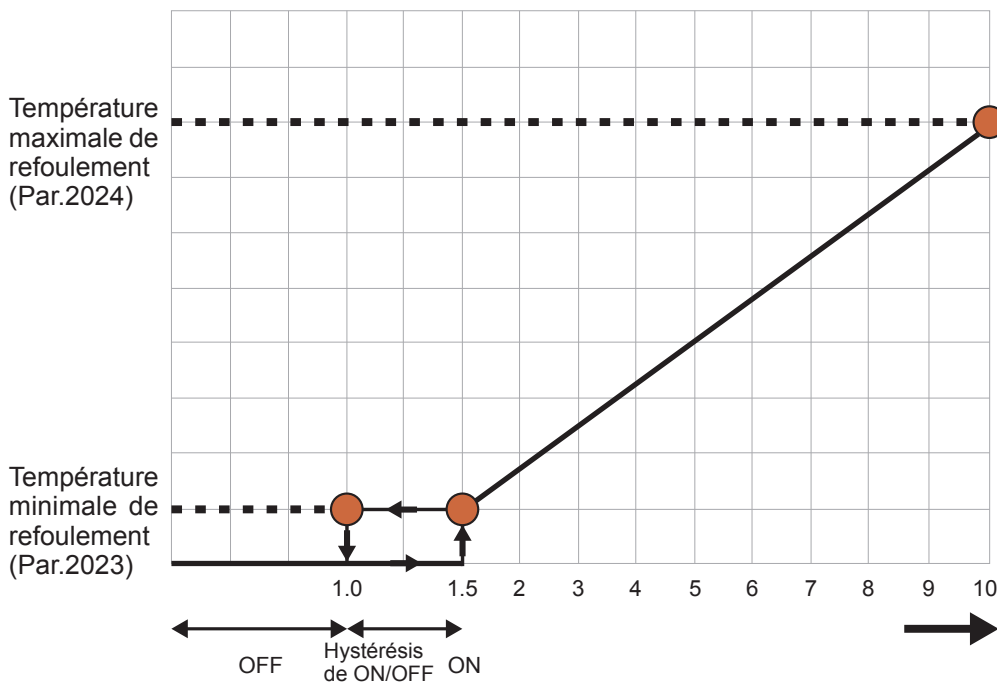

Figure 5-11 - Règles de fonctionnement de l'entrée analogique 0-10 Vdc
- 2.- Désormais l'appareil peut être contrôlé par signal 0-10 Vdc selon les règles indiquées à la figure 5-11 ;